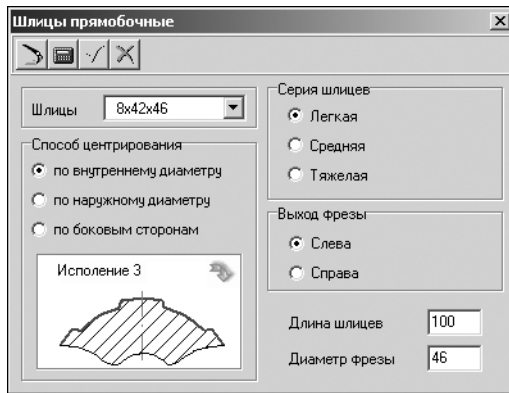

Рис. 4.17.
4. Укажите тип **Шлицы прямобочные** и щелкните левой клавишей мыши. Откроется окно, предназначенное для ввода параметров шлицев в соответствии с ГОСТ 1139-80 (рис. 4.17).